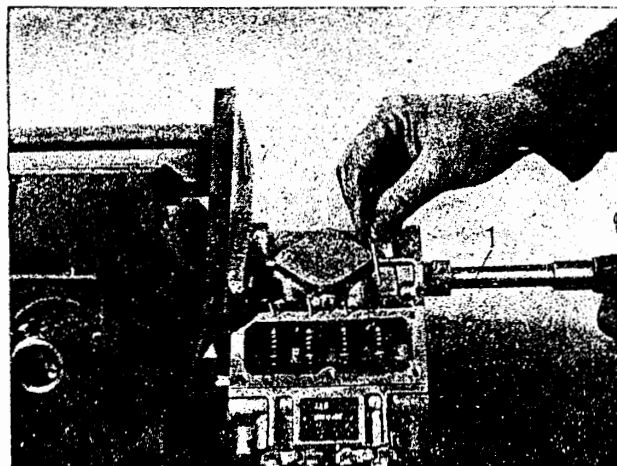

Bild M 150. Rollenstößel mit Montagevorrichtung (Werkzeug Nr. W 191) entspannen (1)
- (1) Ausgleichscheiben
- (2) Reglergehäuse-Anschlußteil
10. Rollenstößel mit Montagevorrichtung (Werkzeug Nr. W 191) anheben, Hilfsstifte herausziehen und Rollenstößel entspannen, Montagevorrichtung abnehmen (Bild M 150).